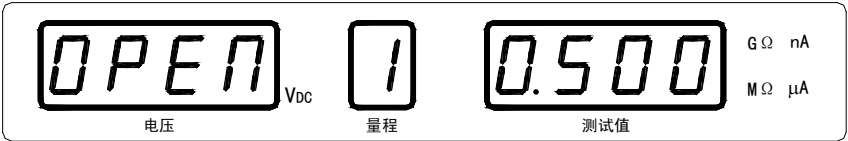

图 3-8 清零状态，显示开路提示及显示量程下的零值（mV）
- b. 按 **清零** 键，显示下图 3-8，电压显示器显示开路信息，测试值显示器显示当前量程的零值，此时上下键可选择其它量程的零值。